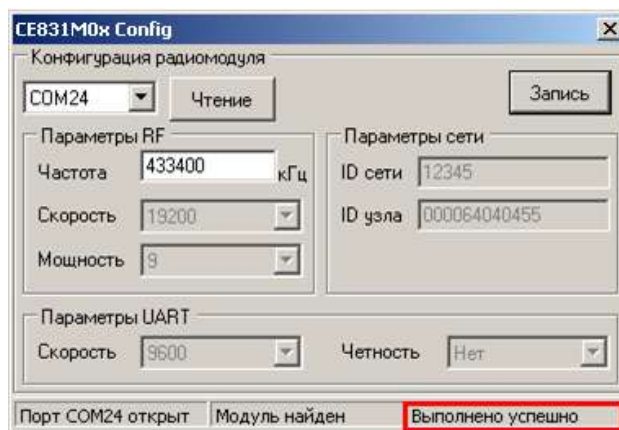

Рисунок 16 – Сообщение о результате выполнения операции
5.3.3.3.13 Запись нового значения частоты выполняется по нажатию кнопки «Запись». В случае успешной записи в строке статуса отобразится сообщение «Выполнено успешно», а текущие настройки радиомодуля отобразятся в соответствующих полях окна программы (см. рисунок 16). В случае если в строке статуса отобразилось сообщение «Ошибка», необходимо повторить запись.